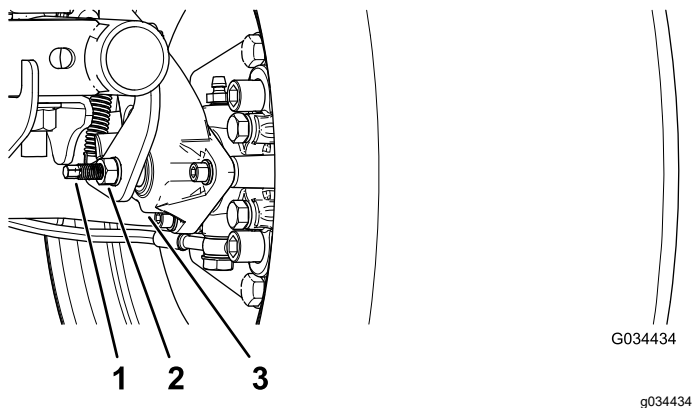

Bild 49
3. Verwenden Sie zwei Schraubenschlüssel und arretieren Sie die Strebe an der Bremsbacke mit einem Schraubenschlüssel und lösen Sie die Klemmmutter um eine Vierteldrehung mit dem anderen (Bild 49).
4. Halten Sie die Strebe zum Einstellen und die Klemmmutter fest und drehen Sie die Strebe zum Einstellen, um sie anzuziehen (Bild 49).
5. Halten Sie die Strebe zum Einstellen und die Klemmmutter fest und drehen sie um eine Vierteldrehung heraus (Bild 49).
6. Halten Sie die Strebe zum Einstellen und die Klemmmutter fest und ziehen Sie die Klemmmutter an (Bild 49).